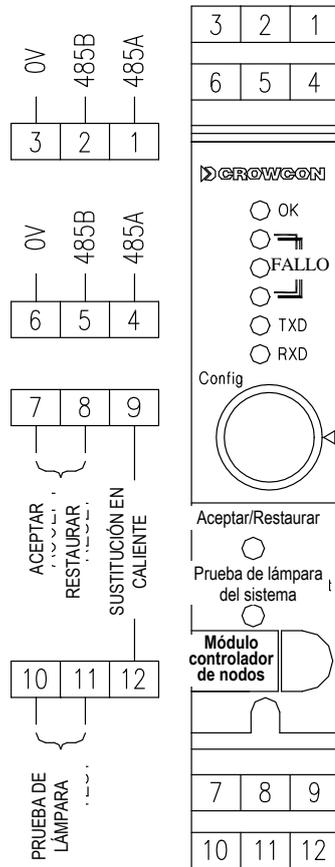

Figura 17: Diagrama de cableado para el módulo controlador de nodos
1. Para utilizar Hot Swap (sustitución en caliente), conecte el terminal 9 del controlador de nodos al terminal 12 mientras está en modo de ejecución (no durante retención en un canal). Consulte la Figura 17 del Apéndice B.